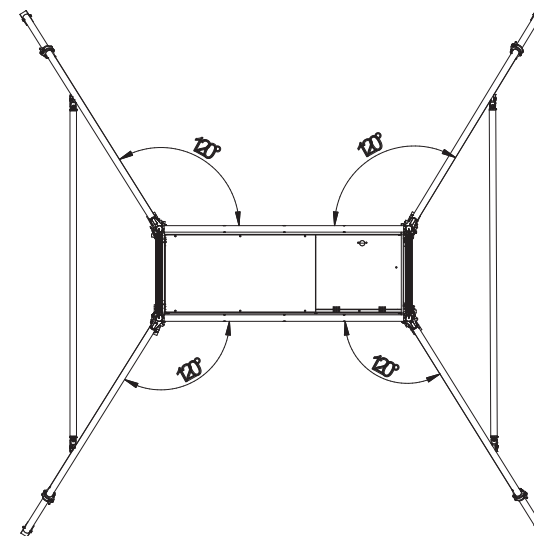

Rys. 83. Montaż barierki wyprzedzającej
1.25 Podczas montażu zalecane jest użycie (dodatkowego wyposażenia) barierek wyprzedzających (zestawu do bezpiecznego montażu) w celu zminimalizowania ryzyka wypadku. Poniżej przedstawiono w jaki sposób montować bariery. Montaż barierek należy wykonywać w dwie osoby. Montaż należy rozpocząć od zmontowania bramki wyprzedzającej. Należy zamontować łączniki poziome barierki nad pozycjonerami. Następnie w dwie osoby należy zamontować obejmy barierki do kolumn drabin tak aby dolna obejma oparła się na haku bramki ochronnej. Bariery wyprzedzające należy przenosić kolejno wraz ze z rozbudową konstrukcji (Rys. 83).